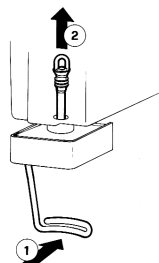

figura 3
- 7 - **Rubinetto a gommino:** premere (1) la leva comando rubinetto e sfilare (2) il gommino dal foro d'uscita del contenitore (vedere figura 3).